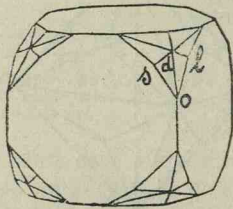

Fig. 59. Cubul cu unghiurile solide modificate prin șase fețe *solid*.
**Solidul cu 48 fețe** ia naștere din cub înlocuind cele trei fețe ale unghiului solid cu șase fețe. Aceste șase fețe *solid* (solid) sunt aplecate câte două pe fiecare muche a unghiului solid, fig. 59. Prelungind aceste fețe până se întretae, dispar fețele cubului.